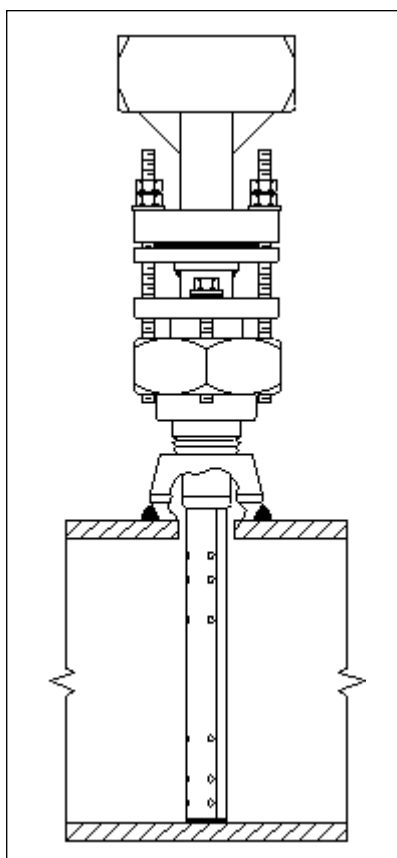

Figure 7. V150 installé
6.1 Le débitmètre Verabar® est maintenant correctement installé (figure 7).